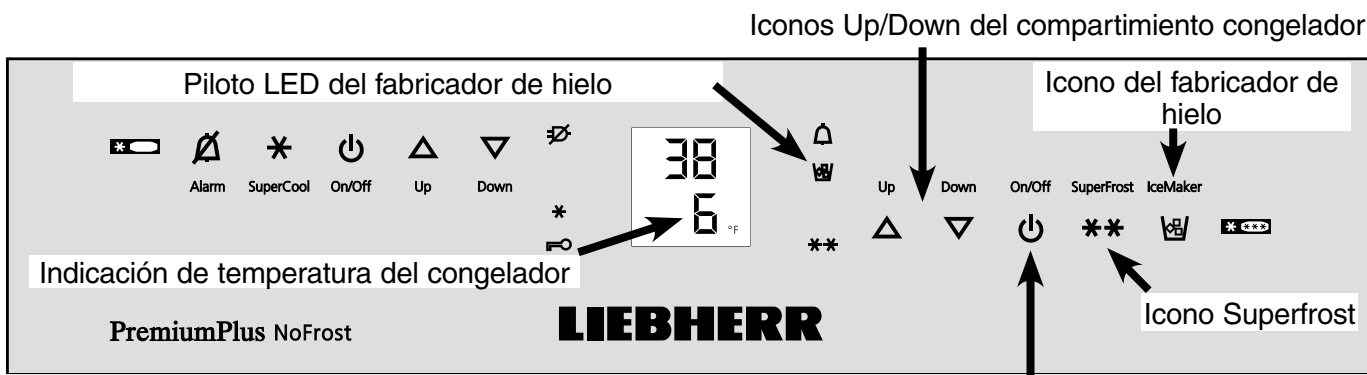

Figura 21 Icono On/Off del compartimento congelador.
- Encienda el fabricante de hielo pulsando el icono de fabricante de hielo (**Figura 21**).
- Pulse el icono IceMaker para que se encienda el piloto LED del fabricante de hielo (**Figura 21**).